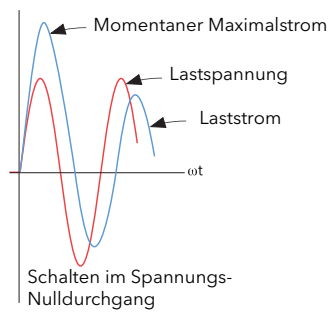

Abbildung 7.83: Definition der Zündimpulsverzögerung
- Delayed Trigger** Erscheint nur, wenn Mode = Burst, Soft Start = Off, und Load Type = TxFormer. Dieser Parameter bestimmt die Zündimpulsverzögerung im Phasenanschnitt, wenn eine Trafolast angesteuert wird und wird zur Verringerung des Einschaltstroms verwendet. Konfigurieren Sie einen Wert zwischen 0 und 90 Grad (Abbildung 7.83).